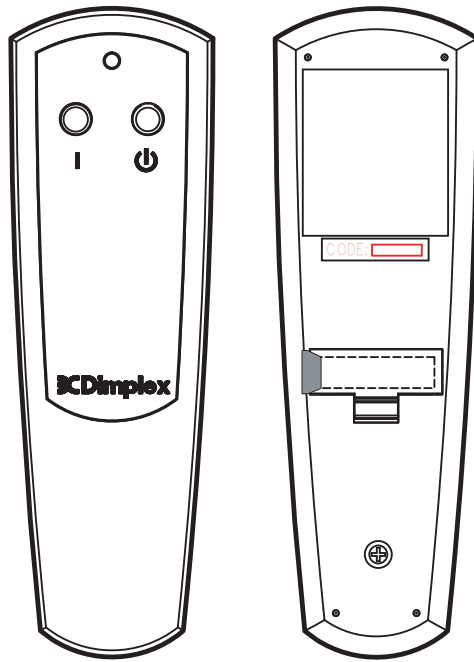

Fig. 4
**Примечание.** Перед использованием пульта ДУ вытащите пластиковую изоляционную полосу, которая находится между корпусом пульта и крышкой батарейного отсека (рис. 4).
3. В течение 10 секунд после возобновления питания нажмите на пульте ДУ кнопку On (Вкл), см. рис. 4.
1. Откройте крышку батарейного отсека на пульте ДУ (рис. 4).